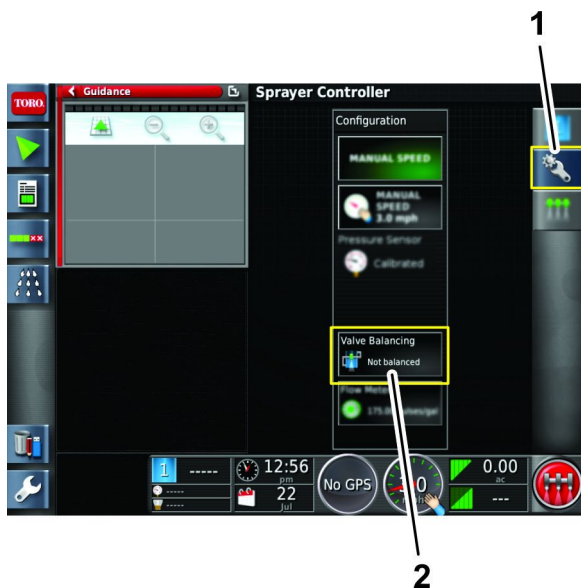

Figura 133
7. Premete l'icona di Configurazione, quindi l'icona della procedura guidata di bilanciamento delle valvole (Figura 133).